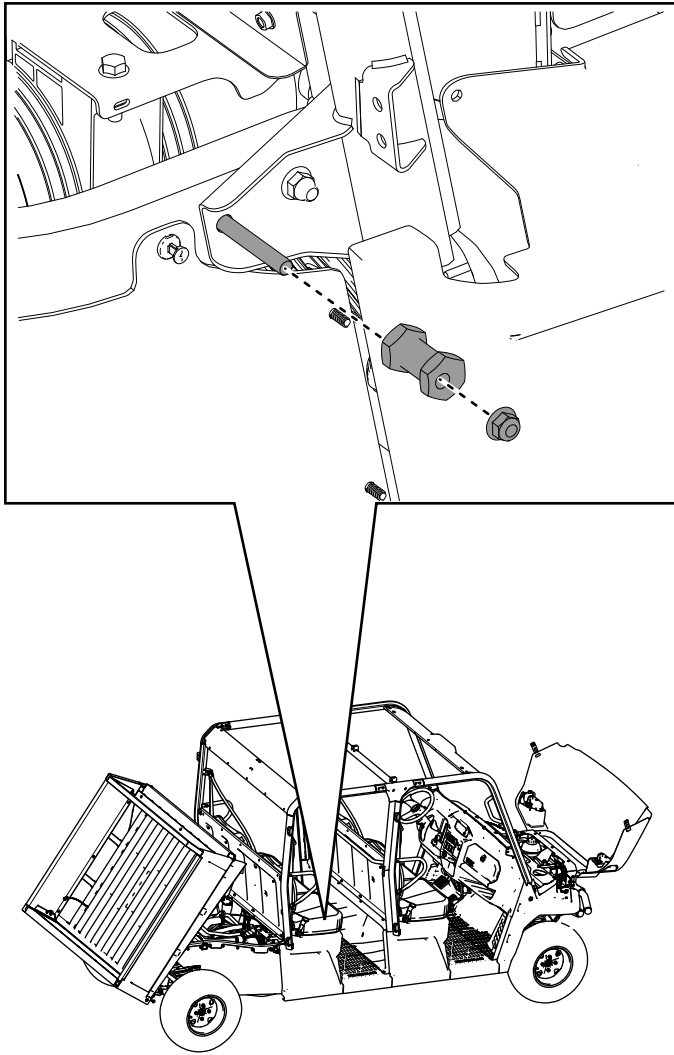

Figura 69
29. Instale las contratuercas ($\frac{3}{8}''$) y los pasadores de cierre que retiró anteriormente en los tubos traseros izquierdo y derecho del bastidor (Figura 69).